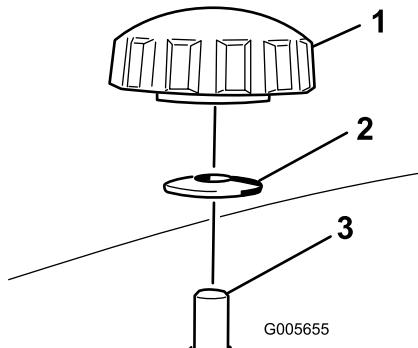

Figura 16
4. Togliete le 2 manopole e le rondelle curve che fissano il diaframma destro al tosaerba (Figura 16).
5. Togliete il diaframma destro e abbassate il deflettore dell'erba sull'apertura di scarico come illustrato nella Figura 16 e Figura 17.
5. Infilate il diaframma destro sotto il piatto di taglio e fissate utilizzando le 2 manopole e le rondelle curve (lato concavo verso il tosaerba) come illustrato nella Figura 16 e Figura 17.